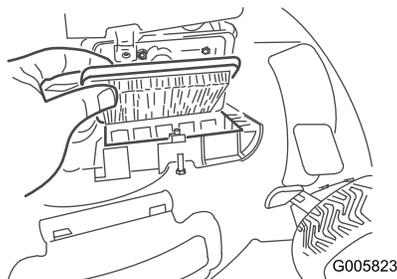

Figura 28
2. Cambie el filtro de aire (Figura 28).